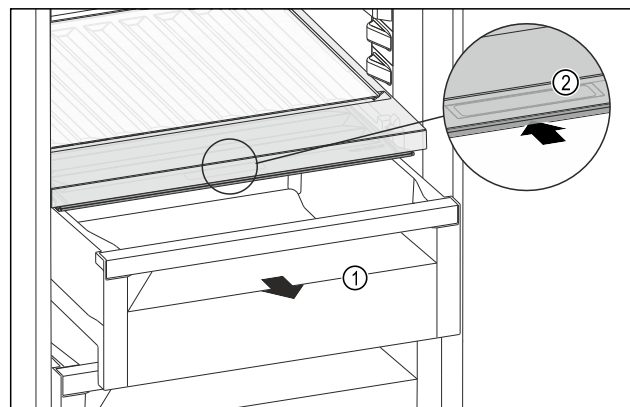

Fig. 159
- Retirer le tiroir Fig. 159 (1).
- Saisir la poignée encastée Fig. 159 (2) du couvercle du compartiment et pousser le couvercle du compartiment vers l'arrière.